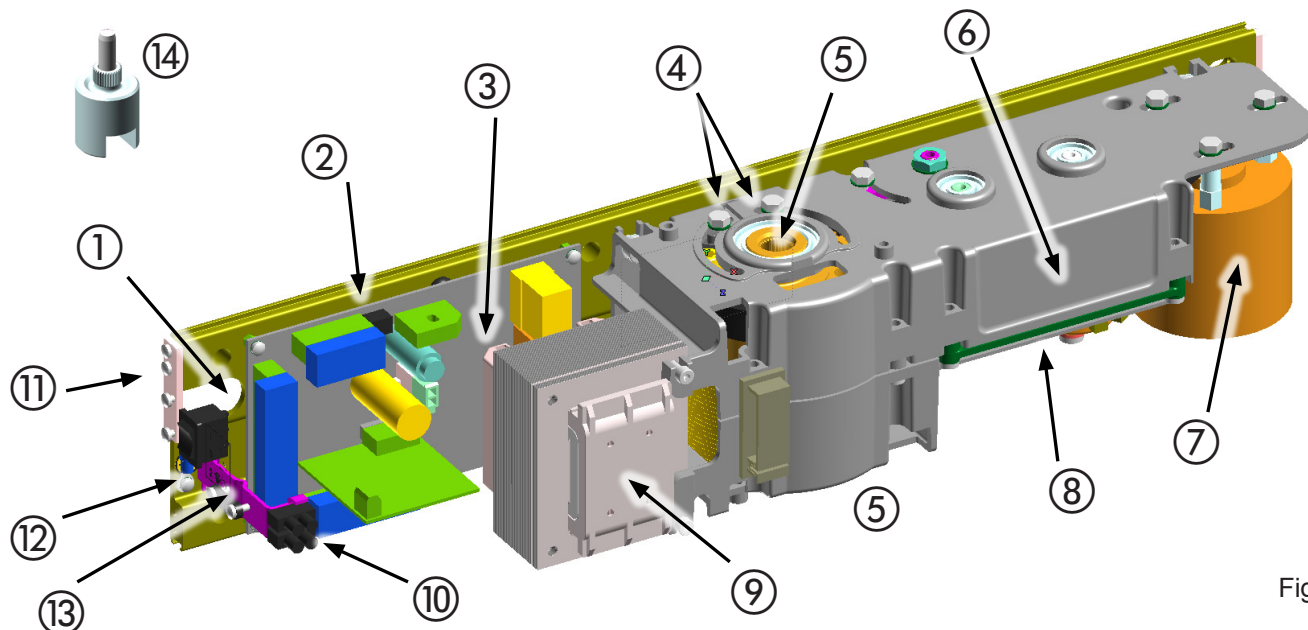

Fig. 1
2) Montera kåpans fästen (fig.1 punkt ⑪) och dra åt fästskruvarna. För in fästskruvarna i kåpan, utan att skruva åt dem helt.